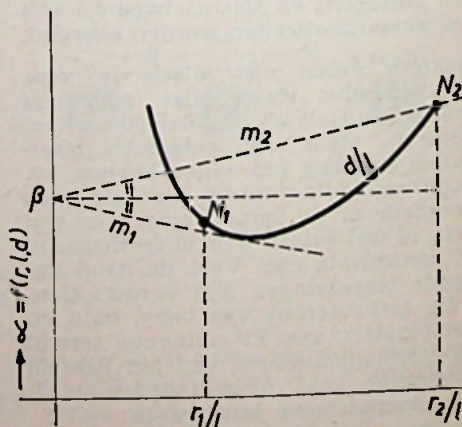

Fig. 104
De vrij eenvoudige uitdrukking van vgl. (71) gaat niet meer op voor grotere waarden van de oversteek d , omdat dan een maximale hellingslijn m_1 (die aan de d/l kromme raakt) wordt gevonden, die niet door punt N_1 gaat. Zulk een situatie is in fig. 104 getekend, hierin is β zo gekozen dat $m_1 = m_2$, waarbij m_1 de helling is van de lijn, die nog aan de kromme d/l raakt. De opgave is nu, 'n vergelijking te vinden waarmee de geometrie van een dergelijke arm kan worden berekend voor minimale distorsie-index.